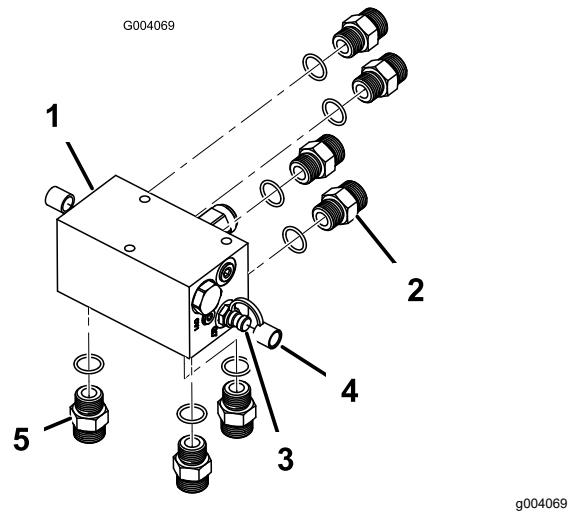

Рисунок 4
- Установите 2 диагностических штуцера с каждой стороны коллектора вместе с пылезащитными колпачками (Рисунок 4).
- Установите 3 прямых гидравлических штуцера на нижнюю часть коллектора (Рисунок 4).
- Установите 4 прямых гидравлических штуцера на заднюю стенку коллектора (Рисунок 4).